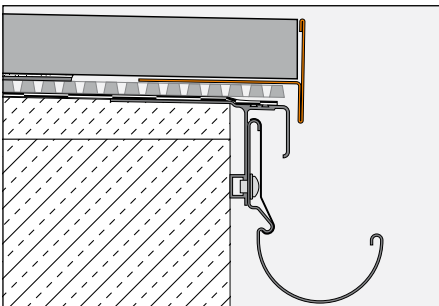

Fig. 2
Mise en œuvre pour la pose de dalles autoportées sur des plots de mortier ou sur un lit de gravier/concassé avec BARA-RT/BARA-RTC (Fig. 2 et 3)
1. Lors de la pose sur TROBA-PLUS avec des plots réalisés avec les disques de coffrage Schlüter-TROBA-STELZ-DR (Fig. 2), le profilé de rive BARA-RT/BARA-RTC masque le chant du revêtement et de la natte. L'ailette de fixation à perforations trapézoïdales de BARA-RT/BARA-RTC est posée au bord de la natte. Les dalles autoportées sont ensuite posées sur l'ailette de fixation.